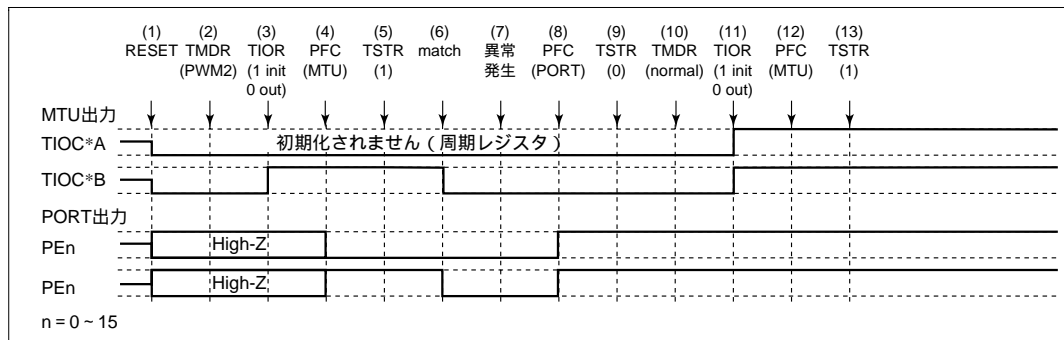

図 12.108 PWM モード 2 で異常が発生し、ノーマルモードで復帰する場合
PWM モード 2 で異常が発生し、再設定後ノーマルモードで再スタートする場合の説明図を図 12.108 に示します。
- (1) ~ (9) は図 12.108 と共通です。
- (10) PWM モード 1 を設定します。
- (11) TIOR で端子を初期化してください (PWM モード 1 では TIOC*B 側は初期化されません)。
- (12) PFC で MTU 出力としてください。
- (13) TSTR で再スタートします。
(15) PWM モード 2 で動作中に異常が発生し、PWM モード 2 で再スタートする場合の動作
- (10) PWM モード 2 で再スタートする場合には必要ありません。
- (11) TIOR で端子を初期化してください (PWM モード 2 では周期レジスタの端子は初期化されません)。
(16) PWM モード 2 で動作中に異常が発生し、位相計数モードで再スタートする場合の動作
- (10) 位相計数モードを設定します。
- (11) TIOR で端子を初期化してください。
(17) 位相計数モードで動作中に異常が発生し、ノーマルモードで再スタートする場合の動作